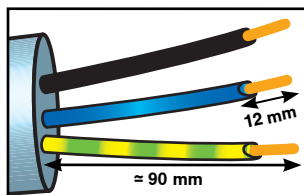

fig. 4
- Dégagez les fils du câble d'alimentation sur 90 mm environ (fig. 4).
- Dénudez chaque fil du câble d'alimentation sur 12 mm et torsadez soigneusement les brins (fig. 4).